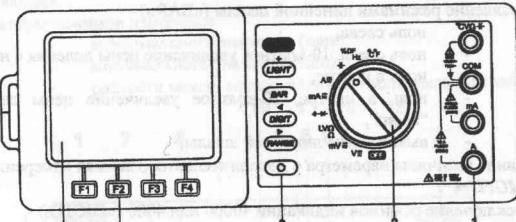

Рис. 5.1 Передняя панель
Функциональные клавиши (п. 3, рис. 5.1) обеспечивают задание общих параметров режимов измерения.
- переключение режимов измерения в пределах установленного ручкой 2 (рис. 5.1) положения путем последовательного нажатия на клавишу.
Клавиши F1 - F4 (п. 4, рис. 5.1) совместно с функциональной клавишей "O" используются для выбора и активизации дополнительных режимов измерения. Дополнительные режимы задаются через опции меню функций. Выбранная опция помечается индикатором "□".